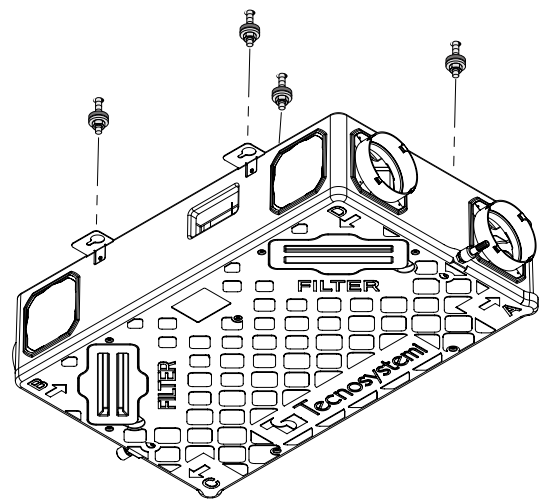

Fig. 3
3. Avvitare parzialmente le viti con i bulloni in ogni foro (fig. 3).